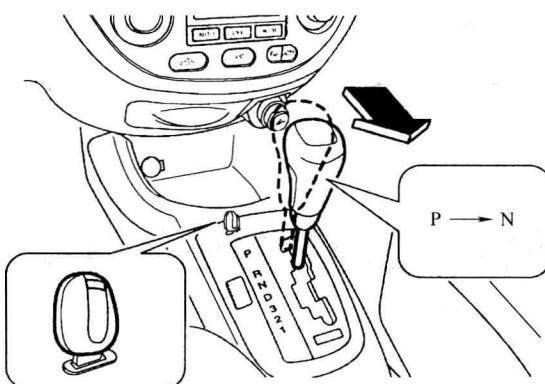

图 1-6 释放操纵手柄
- ① 将点火关闭并拔掉钥匙。
- ② 踩下制动踏板并保持不动。
- ③ 如图 1-6 所示，将点火钥匙插入制动换挡互锁槽。
- ④ 换挡至空挡 (N)。
- ⑤ 将钥匙从制动换挡互锁槽上拔去。
- ⑥ 启动发动机并转换到您想要的挡位。
- ⑦ 尽快让您的车辆得到维修。